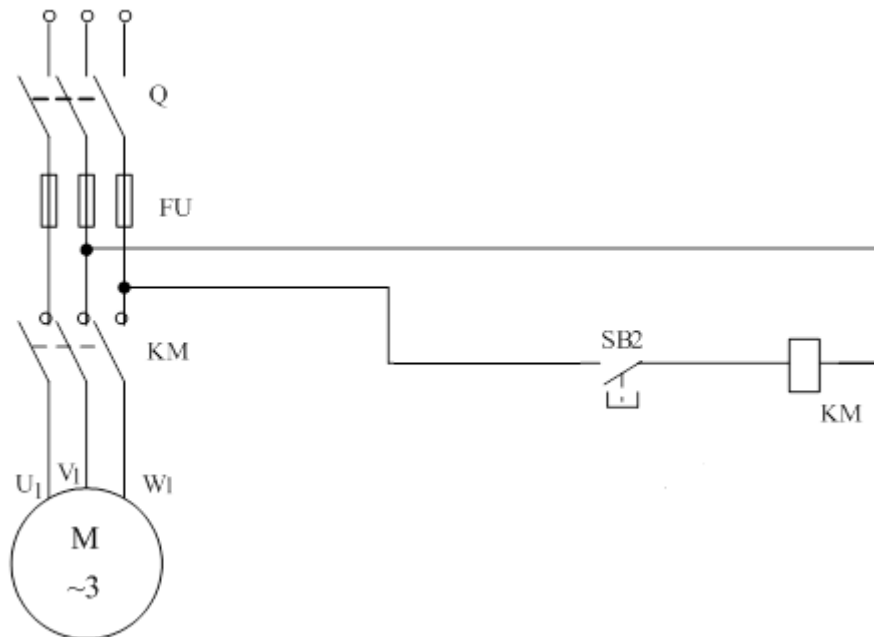

图 7 三相异步电动机的点动控制电路
- 1) 按图 7-a 接好主电路与控制电路。合上电源开关 Q，按下正转按钮 SB_F ，观察电动机转向，然后按停机按钮 SB_1 ，停机，再按反转按钮 SB_R 。观察电动机转向，应反转。按 SB_F 正转按钮，使电动机正转，然后再按下 SB_R 反转按钮，各电器并不动作，电动机继续正向转动。辅助常闭触头 (KM_F 、 KM_R) 实现互锁的作用，试分析原理。
- 2) 按图 7-b 所示控制电路接线，采用由复式按钮组成互锁保护的电路，当正转向反转切换时，可不必先按停止按钮 SB_1 ，而可直接按下 SB_R 使电动机反向转动起来。试分析控制原理。(选做)